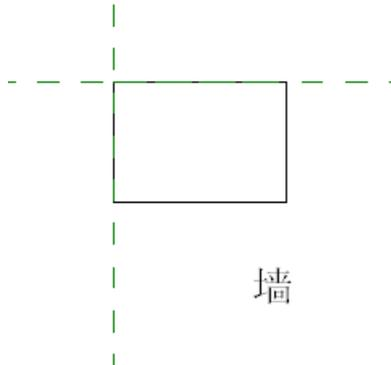

图 19.4-6
- 2) 使用“创建”选项卡下“详图”面板中的“直线”命令, 绘制图形 (如图 19.4-6 所示):